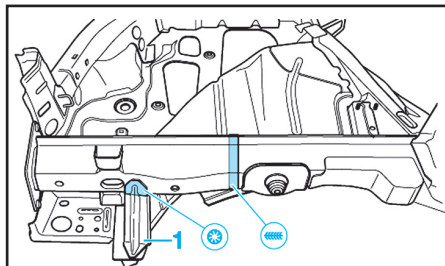

Fig.73
Poser le longeron et ajuster la jupe AR avec le plancher, l'immobiliser à l'aide des outils VAS 6240 (outils de marbre). Souder avec le renfort (1) (Fig.73 et 74)